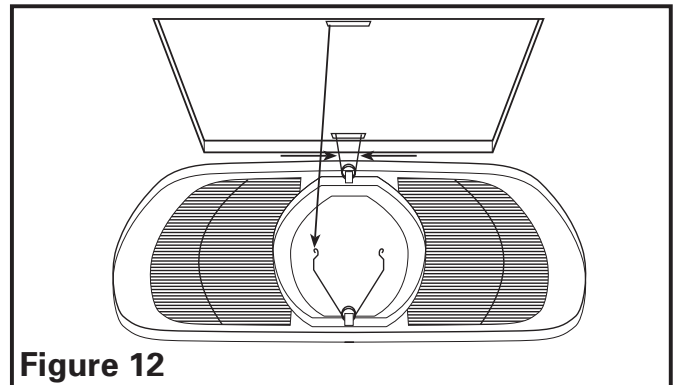

Figure 12
3. **Remplacement de l'ampoule:** débrancher l'alimentation de l'unité. Enlever la grille en la tirant vers le bas et en pressant ensemble les ressorts de la grille pour dégager le bâti (Figure 12).